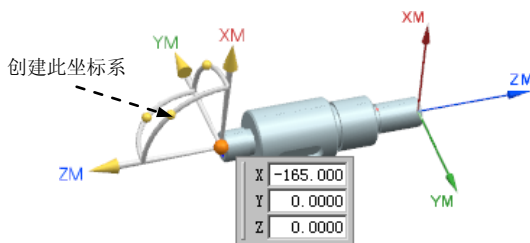

图 9.35 创建坐标系
Step3. 在“MCS 主轴”对话框中单击“CSYS 对话框”按钮，系统弹出“CSYS”对话框，然后单击“点对话框” 按钮，系统弹出“点”对话框，在该对话框 **X** 文本框中输入 -165.0，单击 **确定** 按钮。在图形区域旋转坐标系至图 9.35 所示的方向。